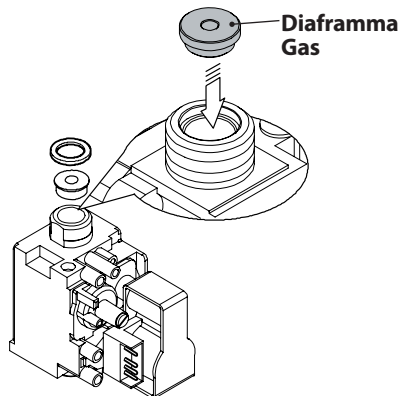

Figura 8.2
- Eseguire la trasformazione del tipo di gas sostituendo correttamente il diaframma gas (Figura 8.2), facendo riferimento alla sezione "Dati tecnici" pag. 28 (modelli M260BJ.1616SV/T), pag. 32 (modelli M260BJ.2025SV/T) e pag. 36 (modelli M260BJ.3035SV/T).